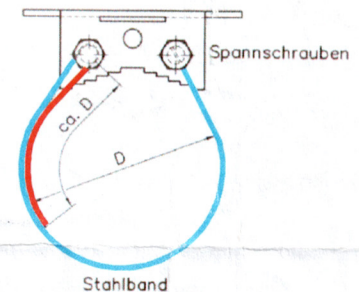

Abb. 1
1. Stahlband um ungeschlitzte Schraube legen. Die Länge des kurzen Bandes (rot) muss einem Drittel des Rohrumfangs entsprechen, aber mindestens 100mm betragen. Langes Stahlbandende (blau) auf Montagelänge schneiden und vorne zuspitzen. Die Montagelänge richtet sich nach dem Mastumfang. (Abb. 1)